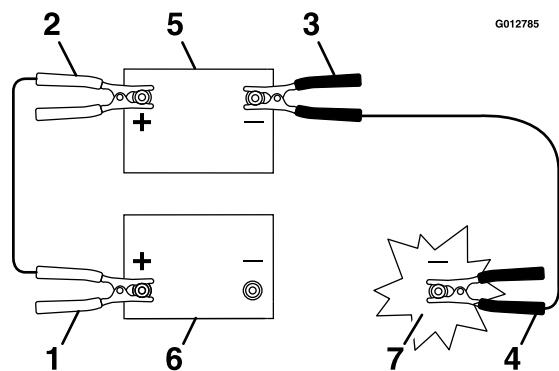

Figura 72
3. Conecte el cable positivo (+) al borne positivo (+) de la batería descargada que está conectado al motor de arranque o al solenoide, según se indica en Figura 72.